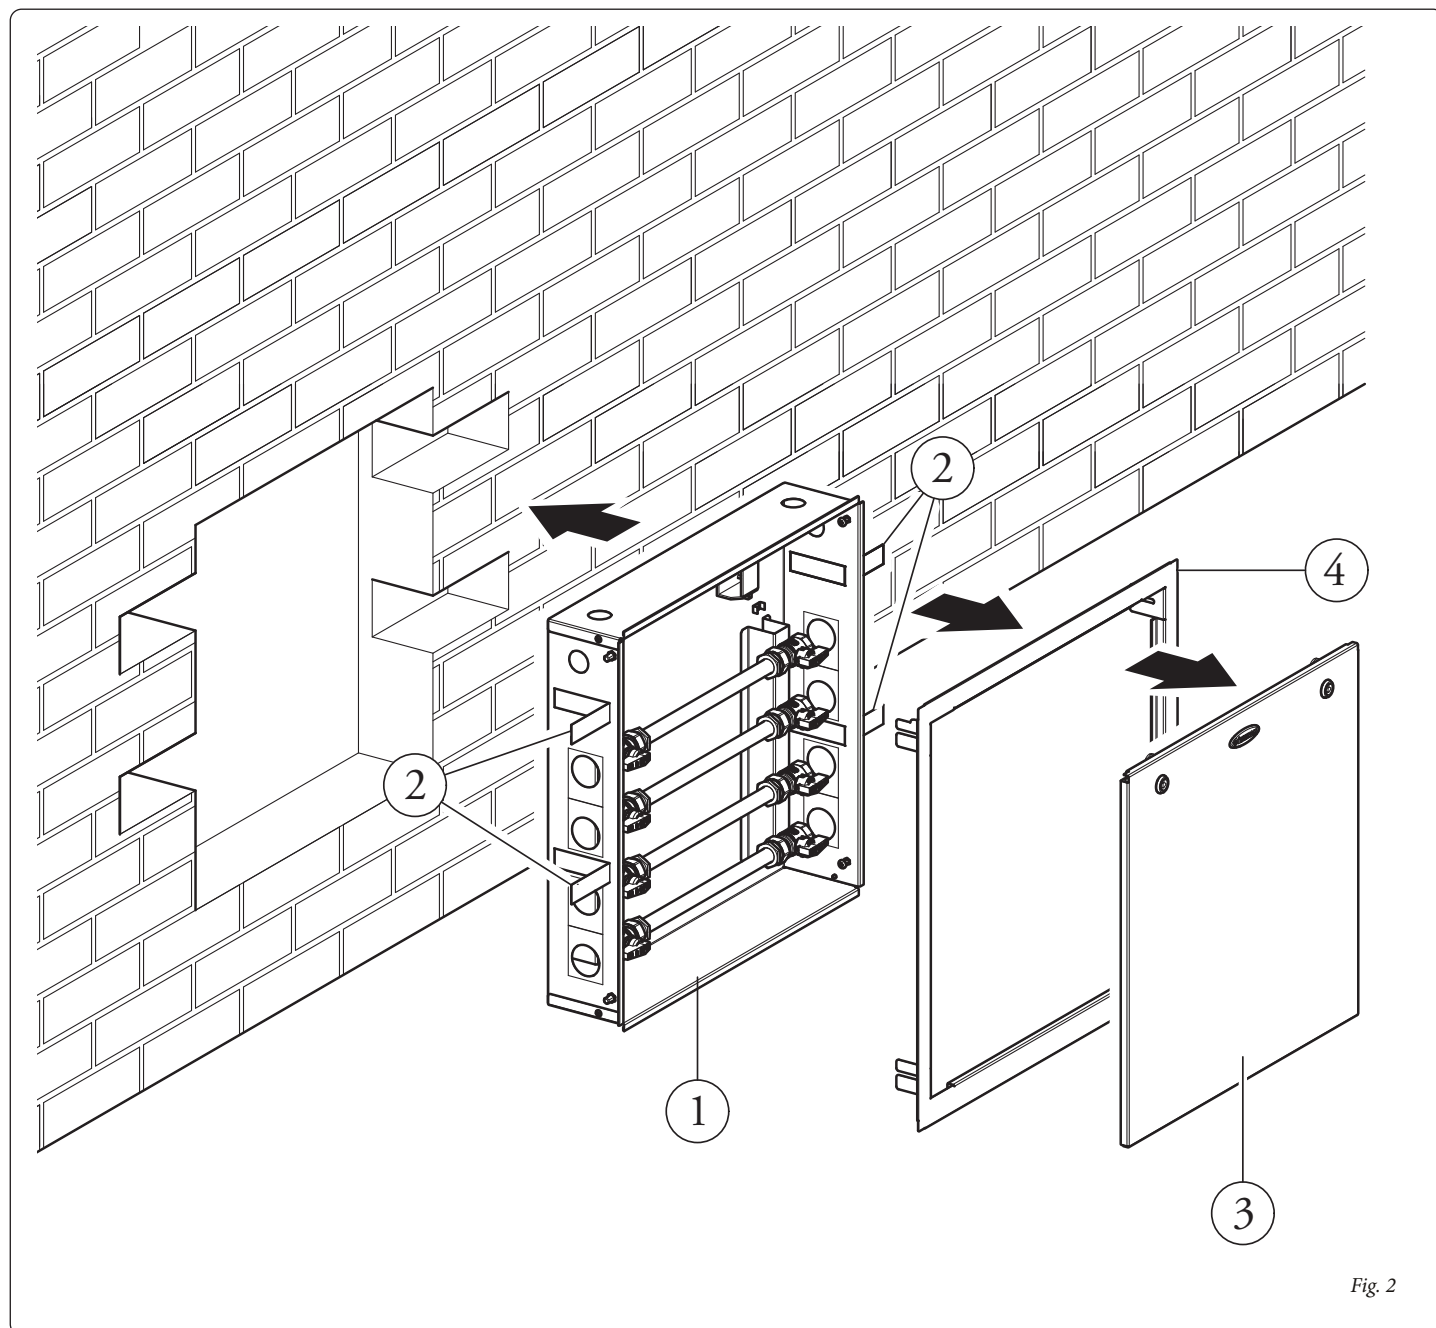

Fig. 2
- Predisporre le opere murarie creando un'apertura nella parete dove verrà installato il telaio (1), facendo attenzione di prevedere lo spazio per i quattro spacchi per inserire le rispettive alette di sostegno (2) e uno spazio in corrispondenza delle valvole sufficiente per poter effettuare gli allacciamenti con l'impianto di riscaldamento centralizzato e l'impianto locale dell'appartamento (Fig. 2).
Attenzione: L'installazione del kit Basic Box Container all'interno della parete, deve garantire un sostegno stabile ed efficace dei componenti contenuti al suo interno. Il presente kit assicura un adeguato sostegno solo se inserito correttamente (secondo le regole della buona tecnica) e posizionato in squadra rispetto al muro seguendo le istruzioni di seguito riportate, garantendo così la corretta funzionalità della cornice (4) e del portello anteriore (3). Il kit Basic Box Container non è una struttura portante e non può sostituire il muro asportato, è quindi necessario verificarne il proprio posizionamento all'interno della parete (Fig. 2).
- Inserire il telaio (1) nella propria sede ricordandosi di aprire le quattro alette di sostegno (2) prima di inserirlo (Fig. 2).
- Set-up the masonry jobs creating an opening in the wall where the frame will be installed (1), paying attention to envision the space for the four slots for insertion of the respective support fins (2) and a space corresponding with the valves that is sufficient to carry out the connections with the centralised heating system and the local system of the apartment (Fig. 2).
Important: The installation of the Basic Box Container Kit inside the wall, must guarantee a stable and effective support for the components it contains. This kit ensures a suitable support only if inserted correctly (according to the rules of good practice) and positioned in square with respect to the wall following the instructions given below, thus guaranteeing the correct functionality of the frame (4) and the front door (3). The Basic Box Container Kit is not a support structure and cannot replace the wall that has been removed. It is therefore necessary to check positioning inside the wall (Fig. 2).
- Insert the frame (1) inside its own seat, remembering to open the four support fins (2) before inserting it (Fig. 2).